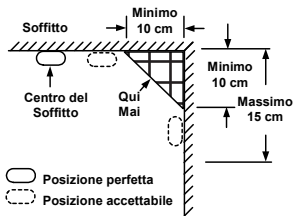

Figura 4: Posizioni perfetta e accettabile di installazione dei rivelatori di fumo e di calore
possibile, installarli ad almeno 10 centimetri di distanza dalle pareti della stanza come mostrato in figura 4.
- ◆ Se l'installazione a soffitto non è possibile ed in alternativa è possibile ed accettata dalle Norme vigenti nel Paese quella a parete, posizionare i rivelatori di fumo e di calore ad una distanza di 10 - 15 cm dal soffitto. Consultare la figura 4.